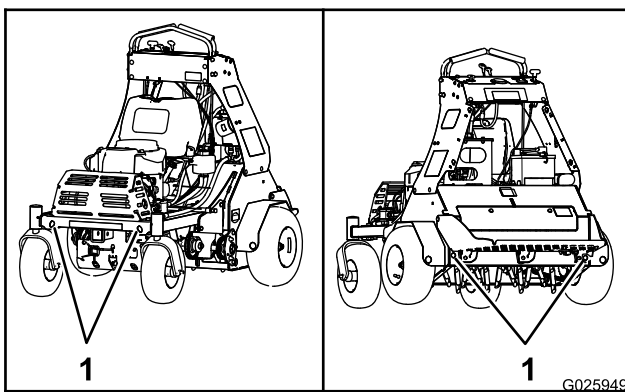

Figura 30
7. Utilice los puntos de amarre de la máquina para sujetar la máquina firmemente al remolque o al camión con correas, cadenas, cables o cuerdas (Figura 30).